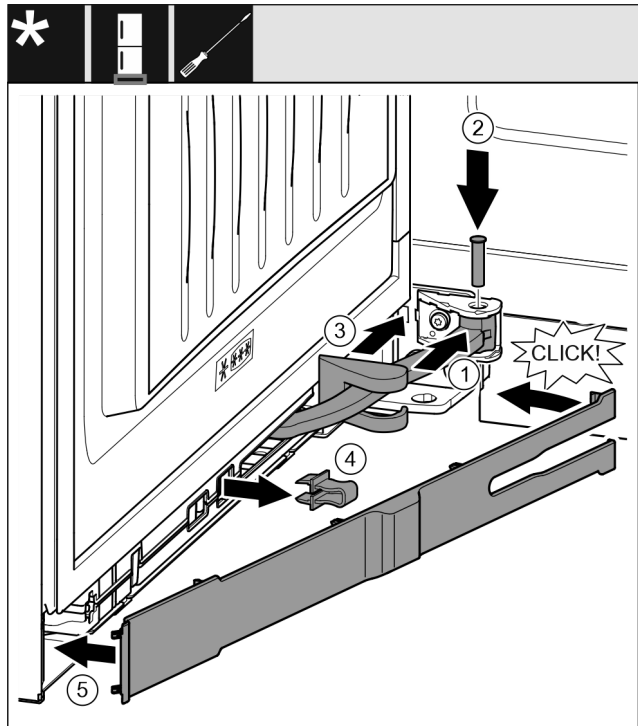

Fig. 58
- ▶ Forgassa a felfüggesztésbe a csuklót Fig. 58 (1).
- ▶ Helyezze a felfüggesztésbe és a csuklóba a csapszeget Fig. 58 (2) egy csavarhúzóval. Közben ügyeljen arra, hogy a reteszelő bütyök megfelelően illeszkedjen a horonyba.
- ▶ Tolja el a csapágycsavarok fedelét Fig. 58 (3) a csukló mentén, és szerelje a felfüggesztés fölé.
- ▶ Vegye le a biztosítékot Fig. 58 (4).
- ▶ Helyezze fel a takarólemezt Fig. 58 (5), a fogantyú felőli oldalán és fordítsa be.